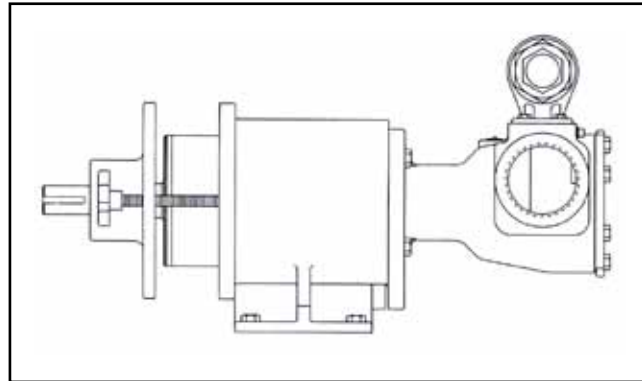

FIGURE 39
4. L'aimant externe doit être installé dans le logement de roulement, sinon, Voir démontage et assemblage du logement de roulement. Installez les boutons de sorte que 4 pouces de filetage sortent sous le logement. Soutenez le logement par dessus et positionnez doucement l'aimant par dessus la boîte afin que les aimants commencent à s'engager. Desserrez uniformément les boutons. Voir Figure 39. Le logement de roulement doit avancer vers le support lorsque les boutons sont démontés.